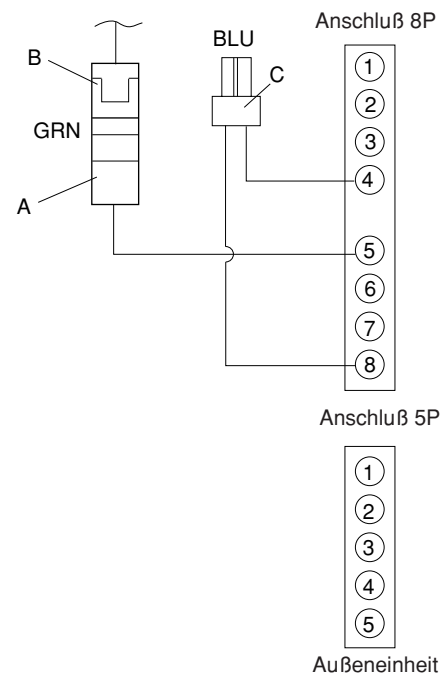
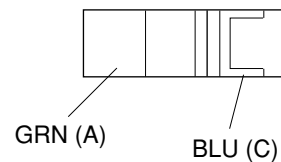

Abb. 8-4
Abb. 8-5
- (1) Netzstecker ziehen. Steckverbinder (GRN/Grün) (zwischen Zeitschaltuhr und Anschluß 5) abziehen, um die Teile A und B zu trennen. (Abb. 8-4) Danach Teil A dieses Steckverbinders (GRN/Grün) an Steckverbinder C (BLU/Blau) anschließen und Anlage ans Netz anschließen. (Abb. 8-5)
- (1) Spindel des Absperrventils der Rohrleitung mit großem Durchmesser gegen den Uhrzeigersinn vollständig aufdrehen.
- (2) Spindel des Absperrventils der Rohrleitung mit kleinem gegen den Uhrzeigersinn vollständig aufdrehen.
- (3) Unterdruckschlauch vom Absperrventil der Rohrleitung mit großem Durchmesser abnehmen.
- (4) Ventiloberteil und Überwurfmutter vom Absperrventil der Rohrleitung mit großem Durchmesser abnehmen und die Überwurfmutter mit einem Schraubenschlüssel festziehen. Anschließend die Ventilkappe montieren und mit einem Drehmomentschlüssel festziehen (erforderliches Anzugsmoment: 200 kg/cm). **Dieser Arbeitsschritt ist wichtig, damit das System gasdicht ist.**
- (5) Netzstecker ziehen.
- (6) **Teile A und B des Steckverbinders (Grün) wieder zusammenfügen. (Abb. 8-4)**